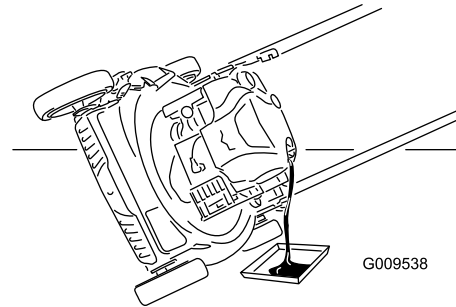

Bild 19
3. Kippen Sie den Rasenmäher seitlich (Luftfilter nach oben), um das Altöl über den Öleinfüllstutzen abzulassen (Bild 19).